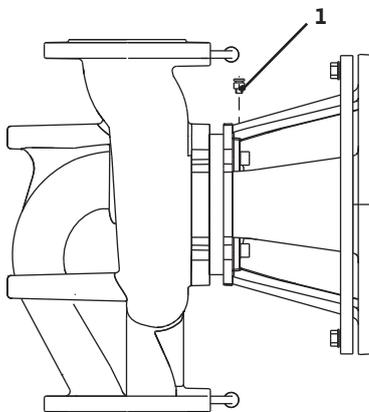

Рис. 35: Клапан для выпуска воздуха
- Удалить воздух из насоса путем открытия клапанов для выпуска воздуха (рис. 35, поз. 1). Сухой ход разрушает скользящее торцевое уплотнение насоса. На датчике перепада давлений нельзя сбрасывать давление (опасность разрушения).